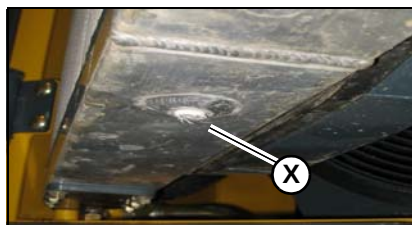

Figura 106 – Scarico del radiatore
5. Rimuovere il tappo di scarico del radiatore (X, Figura 106) al di sotto del radiatore e lasciar scaricare il liquido di raffreddamento nel contenitore.